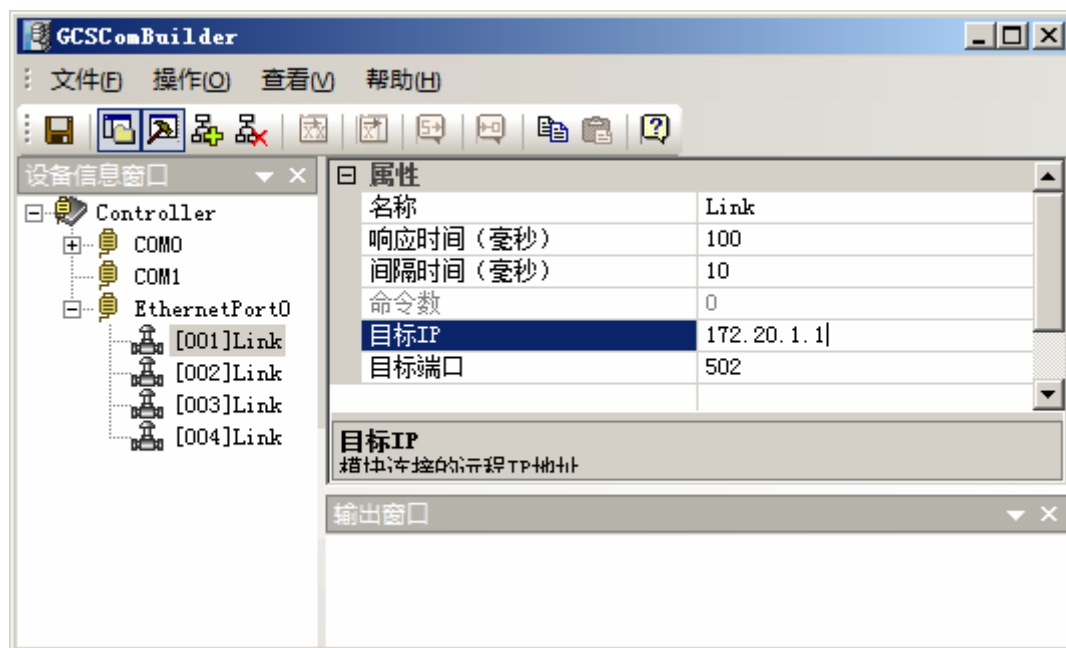

图 4-16 MODBUS TCP 客户端通信组态之链接属性设置
3. 设置每条链接的参数，如图 4-16。其中：
- ① 响应时间：表示该条链接下各条命令的超时时间。
- ② 间隔时间：表示该条链接的静默时间。
- ③ 目标 IP：表示该条链接所指向的 MODBUS TCP 服务器 IP。
- ④ 目标端口：表示该条链接所指向的 MODBUS TCP 服务器所监听的端口号。